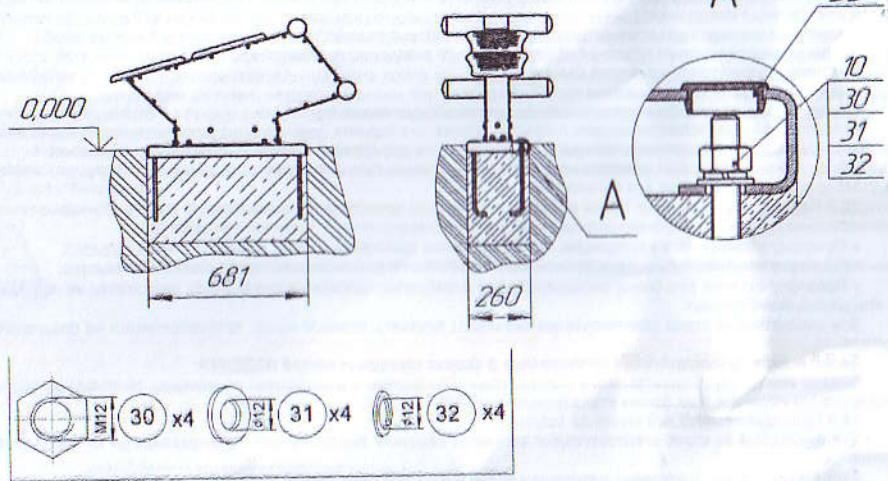

Рис.4
12.3.7 Убедиться в сухости и прочности залитого бетона. Установить тренажер на анкерные болты и закрепить с применением фиксатора резьбы, установить заглушки поз. 11 (рис. 4).